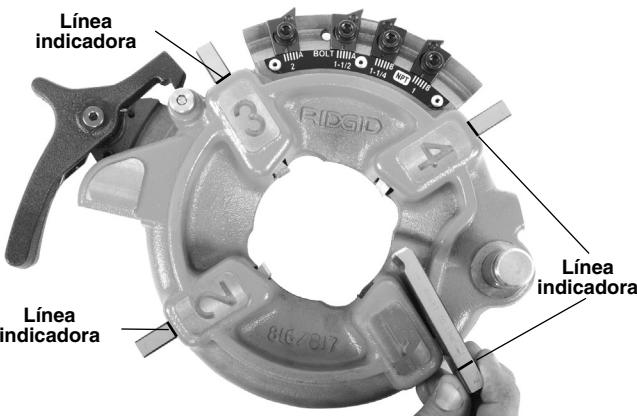

Figura 2 – Inserción de terrajas
5. Introduzca las terrajas apropiadas en el cabezal de terrajas, con el borde que lleva el número orientado hacia arriba, hasta que la línea indicadora esté al ras con el borde del cabezal (vea la *Figura 2*). Los números en las terrajas deben coincidir con los números en las ranuras del cabezal. Siempre cambie el conjunto completo de terrajas. No mezcle terrajas de distintos conjuntos.